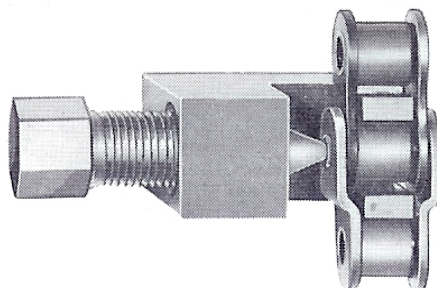

Bild 17. Kedjebrytarens användning
1. Sätt på kedjebrytaren (se bild 17) så att den trasiga länken kan tas bort.